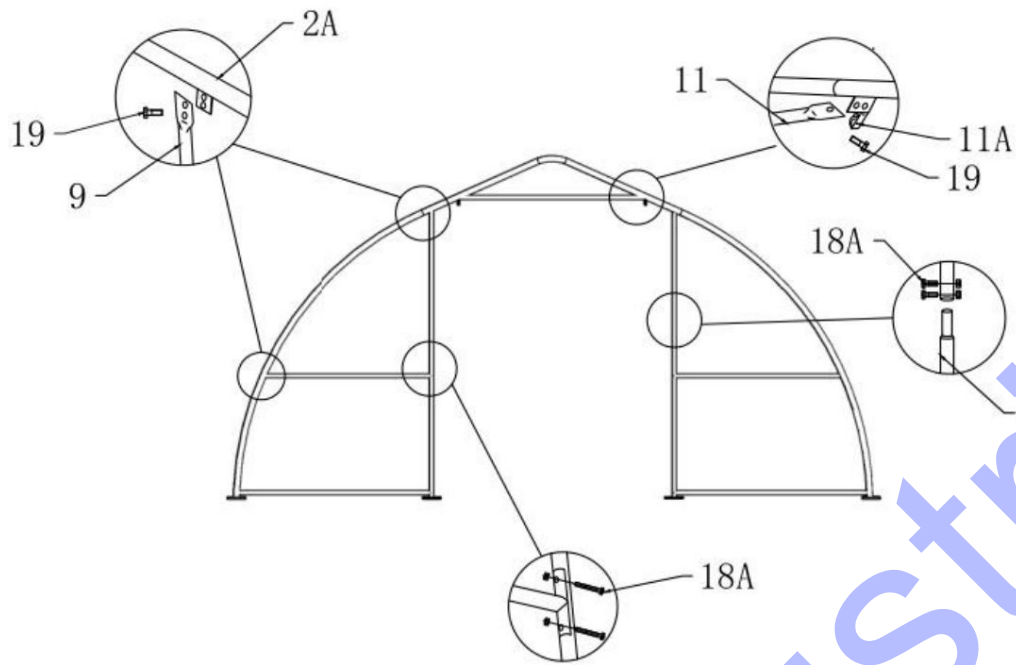

Figure 8
1. Installez le cadre de la porte avant et arrière comme illustré à la figure 8.